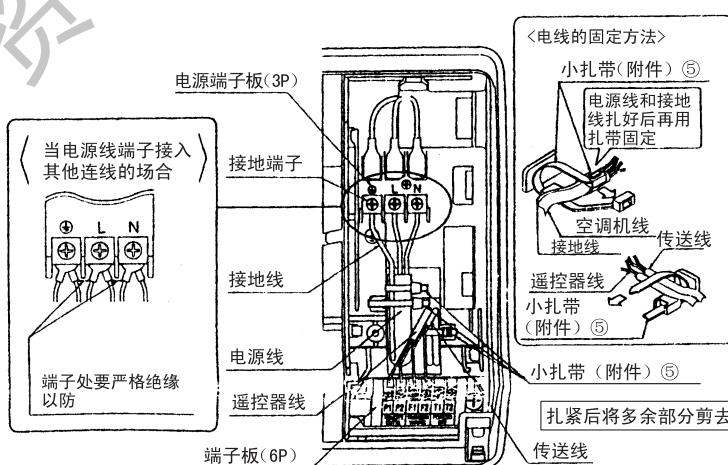

图20
这时，请先用小扎带（附件⑤）将电源线和传送线夹在一起，再按图中所示，用小扎带（附件⑤）确实固定牢固。（请参看图 20）
这时，请先用小扎带（附件⑤）将遥控器线和传送线夹在一起，再按图中所示，用小扎带（附件⑤）确实固定牢固。（请参看图 20）